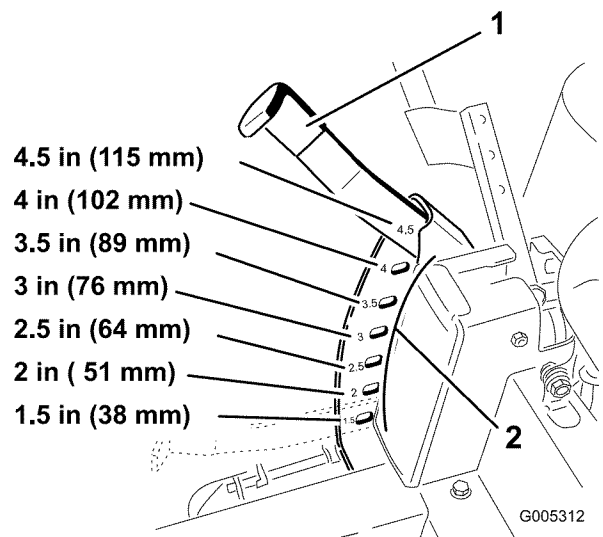

Figura 14
1. Levante la palanca de ajuste de la altura de corte a la posición de transporte, es decir, la posición de altura de corte 4.5 (que es también la posición de altura de corte de 115 mm [4-1/2 pulgadas] (Figura 14).